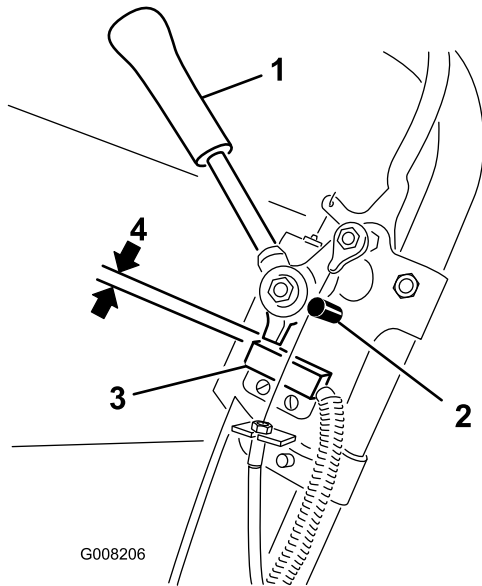

図 26
1. エンジン停止、走行レバーが解除されてニュートラル・ストップにあることを確認する（図 26）。
2. スイッチ（図 26）を固定しているネジをゆるめる。
3. 走行レバーとスイッチ（図 26）の間に 0.8 mm のすきまゲージをはさむ